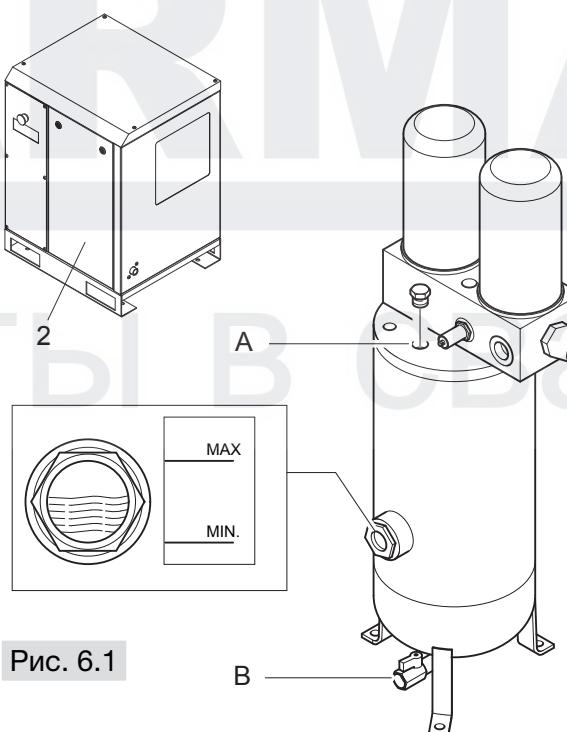

Рис. 6.1
- Убедиться в отсутствии скатого воздуха внутри масловоздушного ресивера: отвинтить кран A (см. рис.6.1) и полностью спустить воздух.
(см. рис. 6.1)
**Контроль масла и доливка при необходимости (см. рис. 6.1)**
(см. рис. 6.1)**